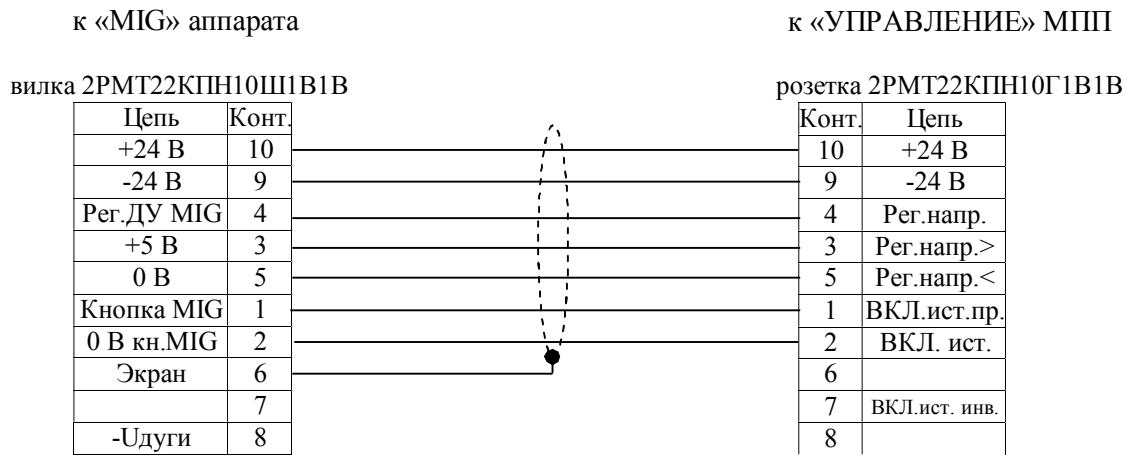
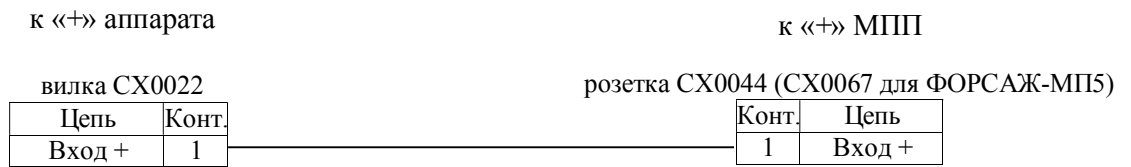

Рисунок 6.4. Схема кабеля управления ВИАМ.685621.127.
Рисунок 6.5. Схема силового кабеля.
6.2.2 Для работы с МПП на предприятии-изготовителе можно заказать кабель управления (см. рисунок 6.4) и силовой кабель (см. рисунок 6.5). При заказе указываются длины кабелей (см. таблицу 6.1).